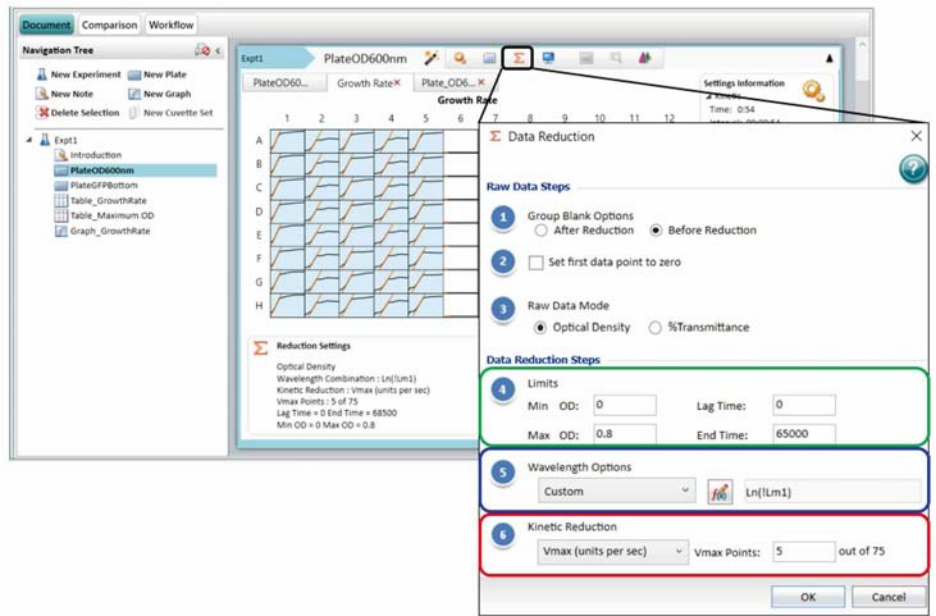
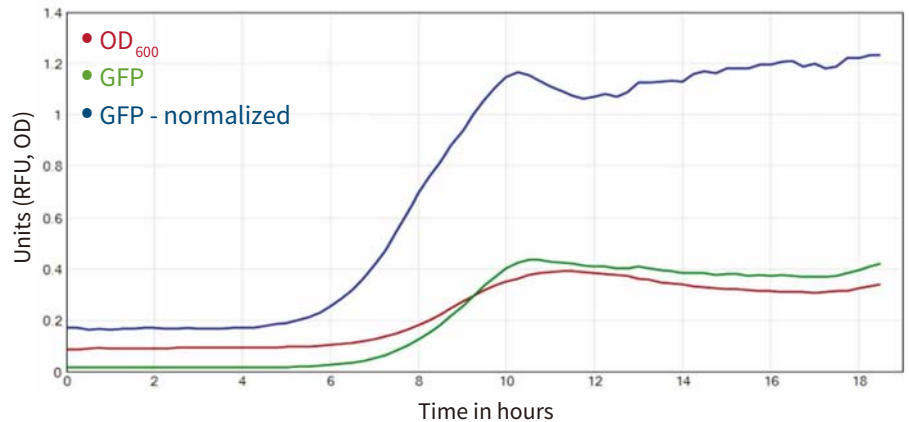
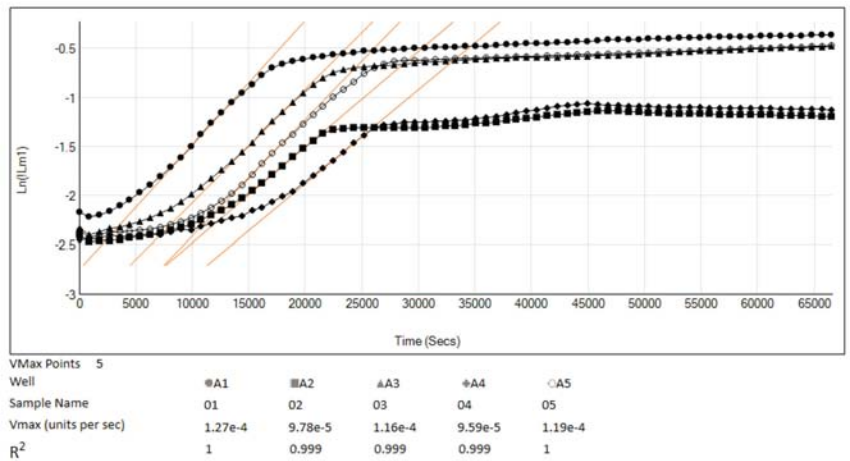

图 2 数据处理菜单中的数据分析选项。该示例展示了 OD 600 nm 的吸光度数据的对数转换，并将 Vmax 值降低到 5 个 Vmax 点，以测定曲线的最陡部分。
图 3 标准化为 OD 600 细胞密度的 GFP 信号。
图 4 OD 600 原始数据曲线和转换过的对数标度曲线。A1 孔至 A5 孔设置了 5 种不同的实验条件。上图：OD 600 的动态原始数据曲线（蓝线），下图：对数标度数据曲线（黑线），并通过设置 Vmax 动态数据分析（橙色线）确定指数阶段的生长速率。相应的动态数据分析设置如图 2 所示。
通过数据处理菜单可设置先进的动态学数据分析。图 2 展示了细菌生长实验的数据分析设置，菜单分为两部分：原始数据设置和数据分析设置原始数据设置中包含了将动力学曲线的第一个数据点设置为零的选项。此外，减去空白的操作可以在动力学数据处理之前也可以在其之后。当选择了“处理前”选项，将会在每个时间点从所有样品孔的原始数据中减去空白孔的平均值；当选择了“处理后”选项，将从样品孔处理过的数据中再减去处理过后的空白孔平均值。
数据分析设置和数据输出类型包括以下选项 (图 2):
限值: 如果需要, 限值会限定数据分析中动力学数据的范围, 它可以为信号轴 (OD, RLU, RFU) 和/或时间轴 (秒) 限定范围, 对所有孔应用相同的分析范围 (图 2, 绿色框)。
! KinPlot@PlateGFPBottom/! KinPlot@PlateOD600。可将此公式应用于两个检测程序中的任一个。公式! KinPlot 提取了用符号 '@' 引用的指定检测程序的动力学数据集以及相应的检测程序名称。原始数据与转换（标准化）数据的比较如图 3 所示。(2) 对数标度：为了使 OD 600 数据在指数增长阶段线性化，在吸光度检测程序中应用对数转换。通过输入 Ln(! Lm 1) 使用自然对数添加自定义公式，如图 2 所示（蓝色框）。原始数据与对数标度数据比较如图 4 所示。动力学分析：此选项进一步将每个动力学数据转变为一个简化的值，如 Vmax 最大斜率和开始时间。表 1 中是软件内置的动力学分析参数的完整列表和详细信息。
OD 600 原始数据转换成对数标度数据之后，可以通过设置 Vmax 来检测最大增长率，如图 2 所示（红色框）。Vmax 的内置分析选项方便了用户调整 Vmax 点，这些点定义了用于能确定斜率的线段的最大尺寸。Vmax 在对数标度曲线的图中显示为橙色线（图 4，对数标度曲线图例）。另外，在显示界面中处理数据选项里选择“Plot”，用户可以更好的比较板视图中所有孔的动力学分析数据。我们在 SoftMax Pro 7 软件孔板编辑器中将 5 种不同实验条件的样品进行分组 (A1 - A5)，